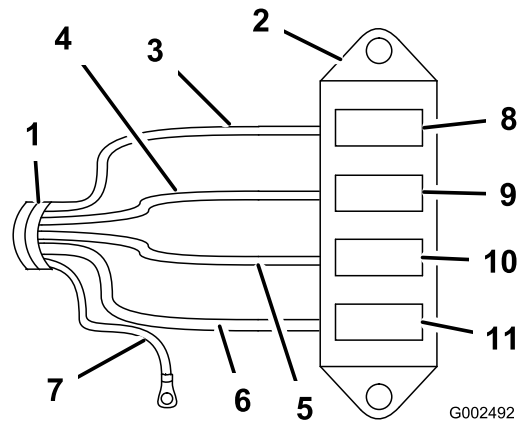

図 11
7. ハーネスの各線をヒューズブロックに配線する (図 11)。